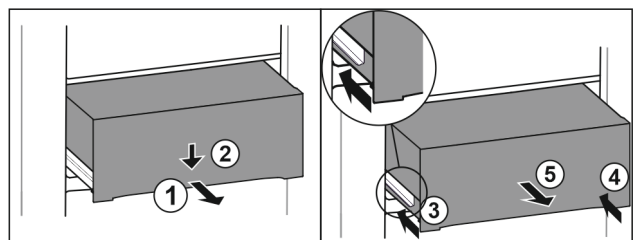

Fig. 106
- Extraiga el cajón hasta la mitad. Fig. 106 (1)
- Presionar hacia abajo el cajón de la parte delantera. Fig. 106 (2)
- Introducir el carril izquierdo unos 2 cm. Fig. 106 (3)
- Introducir el carril derecho unos 2 cm. Fig. 106 (4)
- Extraiga el cajón hacia delante. Fig. 106 (5)